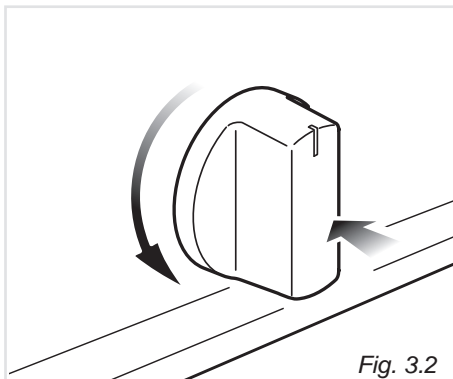

Fig. 3.2
1. Trykk knappen inn og dreii den mot venstre (Fig. 3.2) til symbolet for kraftigste flamme  (Fig. 3.1). Hold knappen inne inntil flammen tenner. Hvis flammen ikke tenner, forsøk da med en fyrstikk.